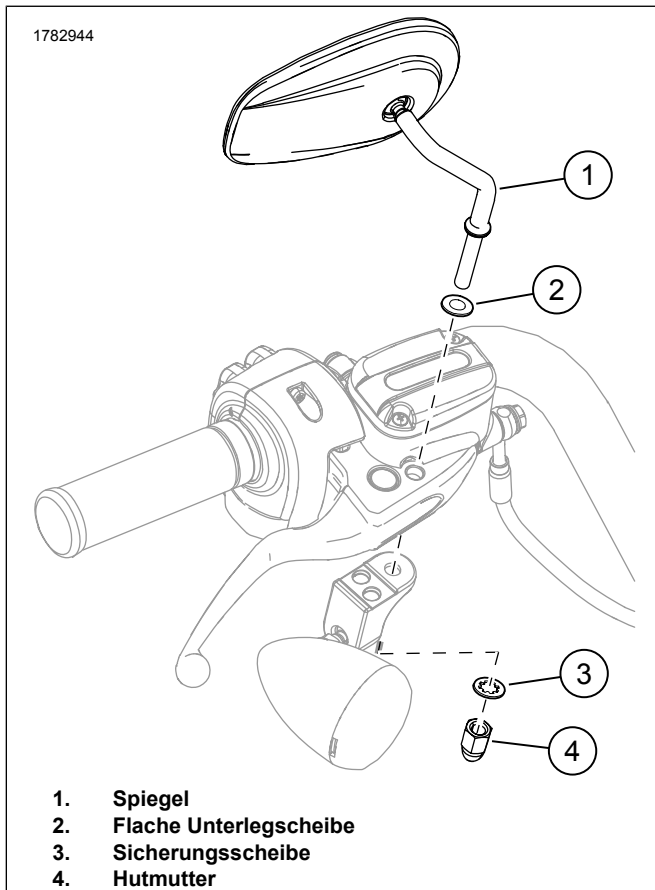

Abbildung 2. Spiegel-Baugruppe
2. Siehe Abbildung 2. Die flache Unterlegscheibe (2) am Spiegelbolzen anbringen.
3. **Fahrzeuge, bei denen die Blinker auf der Unterseite der Handhebelgehäuse angebracht sind (außer XL Modelle ab 2004):** Den Spiegel mit der Sicherungsscheibe (3) und der Hutmutter (4) befestigen.
- b. Den Spiegel mit der flachen Unterlegscheibe (2), der Sicherungsscheibe (3) und der Hutmutter (4) befestigen.